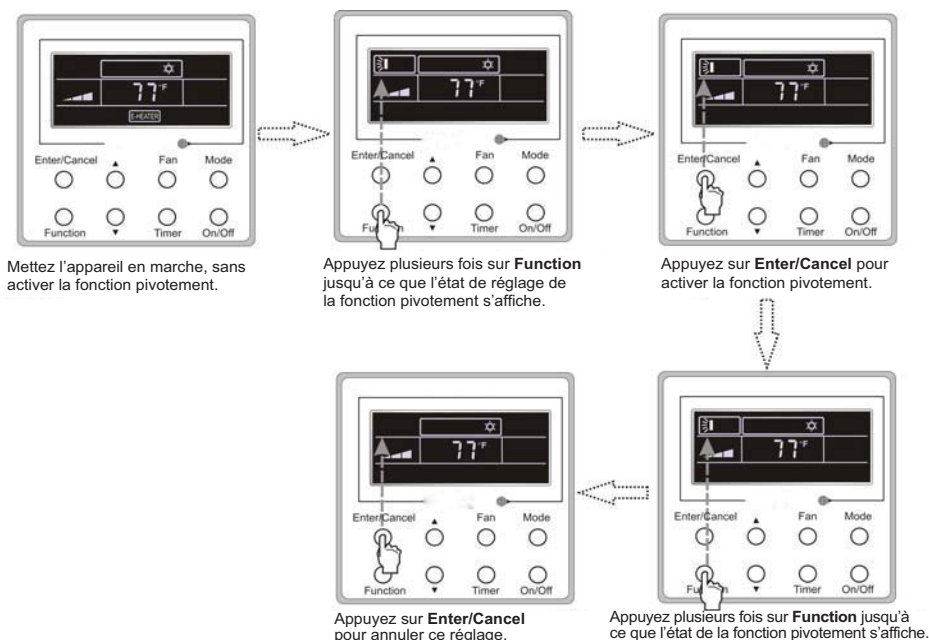

Fig. 13 — Mode pivotement
- **DÉSACTIVATION DU PIVOTEMENT** : Alors que la fonction **PIVOTEMENT** est activée, appuyez sur **FUNCTION** pour faire apparaître l'interface de réglage du **PIVOTEMENT** . Appuyez ensuite sur **ENTER/CANCEL** pour désactiver la fonction (voir fig. 13).